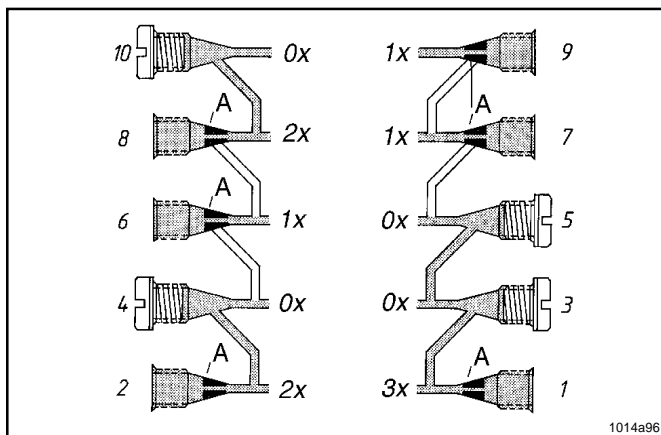

Fig. 35: Enkle, doble og tripple utløp
- Som vist på Fig. 35, utløp 10 har blitt plugget. Smøremiddelet som leveres til dette utløpet går via en kryssborring til utløp 8.
- Hvis det er behov for trippel mengde (ved utløp 1), plugg de to utløpene over . Se utløp 3 og 5 på Fig. 35.